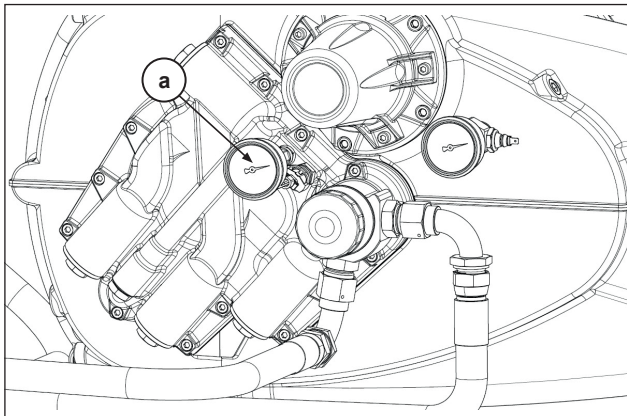

Рис. 21
3. Проверьте правильность заливки масляного насоса: Максимальное время на заполнение смазочным маслом и определение его давления по манометру (поз. а Рис. 21), установленному на корпусе масляного насоса, составляет 10 секунд с момента запуска насоса при минимальном режиме 1200 об/мин на BOM.